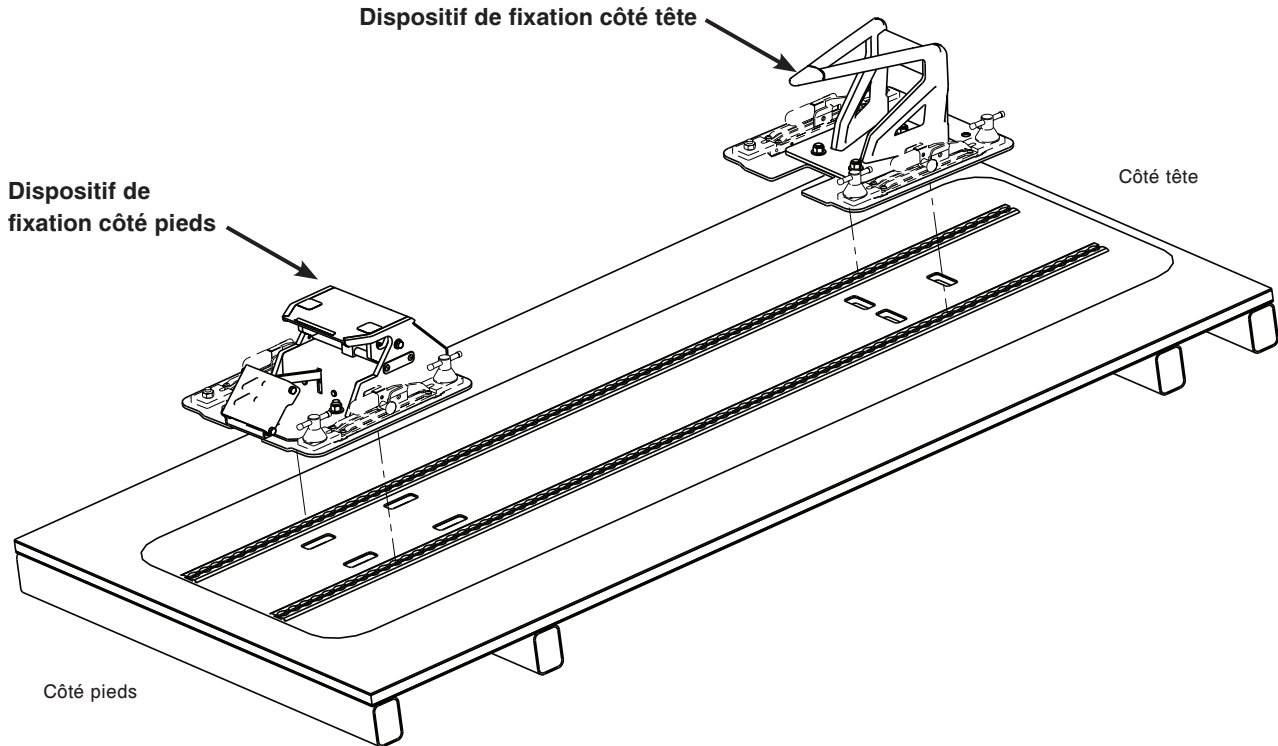

Figure 10 – Dispositif de fixation côté tête et côté pieds – installation des rails de plancher
7. Répéter les étapes 2 à 4 pour installer le dispositif de fixation côté tête sur le rail de plancher (Figure 10).